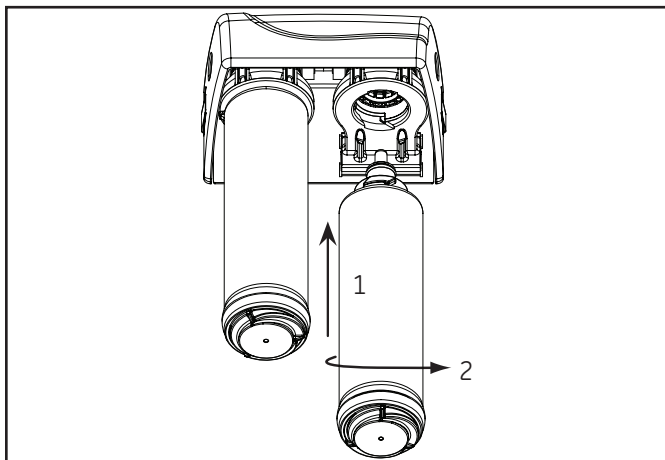

Figura 20
- C) Coloque la mano en el cabezal del filtro para sujetar el sistema. Las aspas del cartucho filtrante de repuesto deberán quedar alineadas a las ranuras del cabezal del filtro. Deslice el filtro de cartucho dentro del cabezal hasta que no pueda avanzar más. Gire el cartucho 1/4 de vuelta en sentido horario hasta que haga tope (Figura 20). Repita la operación con el segundo cartucho. Consulte la sección Poner el sistema en funcionamiento donde se encuentran los demás pasos.